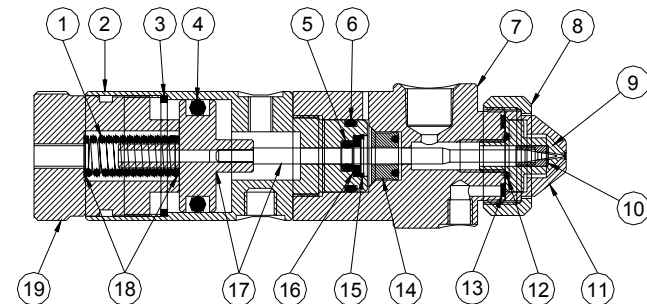

Figure 3.0
7.1 Nettoyage complet (Voir figure 3.0)
7.2 Remplacement de l'Aiguille/Ensemble piston et du joint (voir figure 3.0)
7.3 Remplacement de la buse et du bouchon à air (voir figure 3.0)